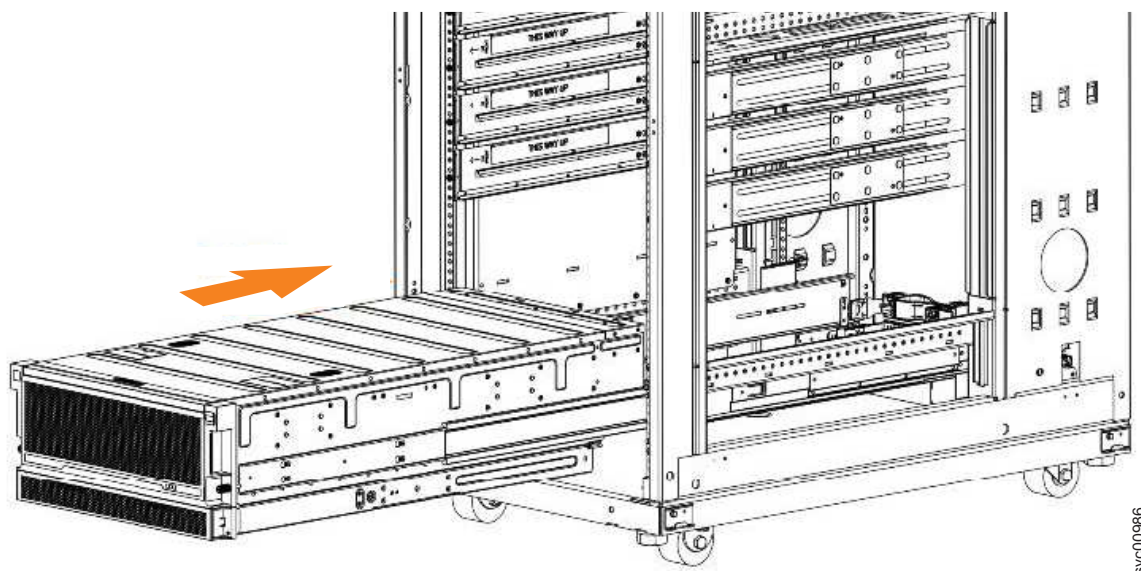

Figure 57. Exemple d'installation du boîtier dans l'armoire
- Installez le boîtier d'extension dans la position la plus basse de l'armoire. La figure 57 en donne un exemple.